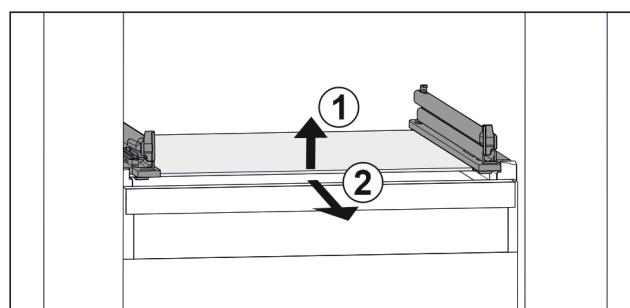

Fig. 36 Príklad zobrazenia sklenej dosky
- Nadvihnite sklenenú dosku vpred. Fig. 36 (1)
- Odoberte sklenenú dosku dopredu. Fig. 36 (2)